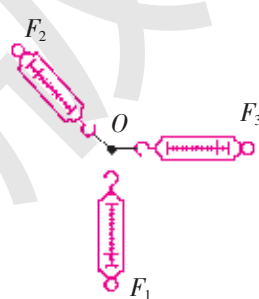

图 2-11 探究共点力平衡条件
2. 如图 2-11 所示，将三根细线的一端结在一起，用图钉将结点  $O$  固定在白纸中央；再将三根细线的另一端各打一个细线圈，三个细线圈分别套在三个弹簧测力计的挂钩上；拔去图钉，将三个弹簧测力计互成一定角度拉开，使结点仍停留在  $O$  点，把弹簧测力计的另一端分别固定在绘图板上，分别记下三个弹簧测力计的示数  $F_1$ 、 $F_2$ 、 $F_3$ 。